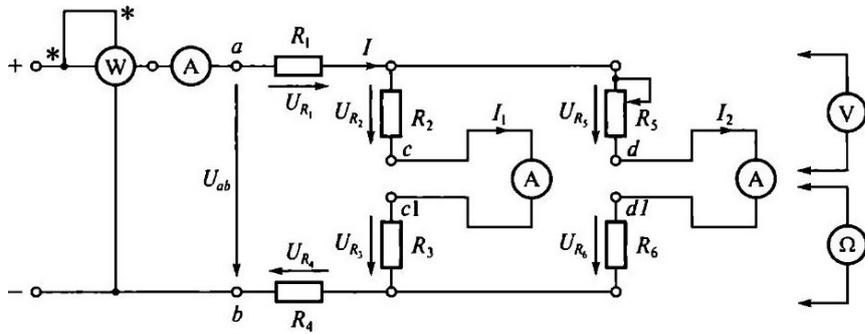

Рис. 3.1. Схема ЭЦ для проверки 1-го правила Кирхгофа
5.2. Записать в протоколе испытаний применительно к ЭЦ, показанной на рис. 3.1, выражения ш-ш закона Ома, 1-го и 2-го правил Кирхгофа, баланса мощностей.
5.3. В табл. 3.4 даны значения сопротивлений ЭЦ, приведенной на рис. 3.1. Напряжение питания  $U_{ab}$  задается преподавателем.